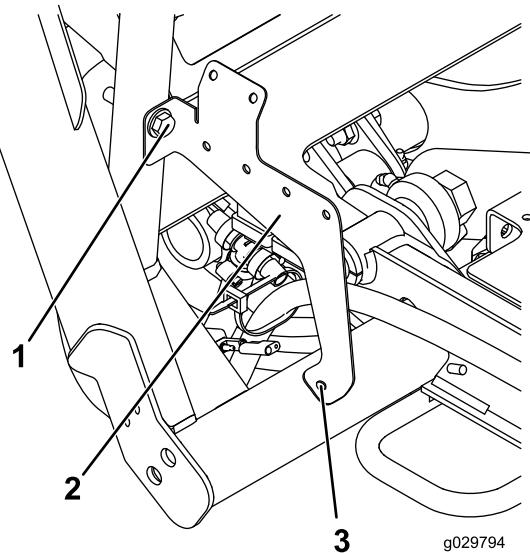

Figura 25
1. Montate (senza fissarla) la staffa del relè con un bullone (3/8 x 2 poll.), una rondella (0,406 poll.) e un dado (3/8 poll.), come illustrato nella Figura 25.
2. Contrassegnate la posizione indicata nella Figura 25.